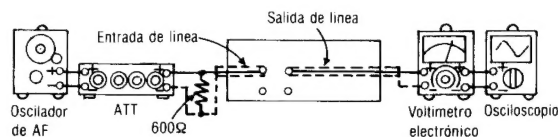

Fig. 3
1. La conexión del equipo de prueba se muestra en la Fig. 3.
5. Si no está dentro de la estandar, ajustar RV7 (CH-I) [[RV8 (CH-D)]] y repetir el paso (2), (3) y (4) hasta que la salida esté dentro de la estandar.